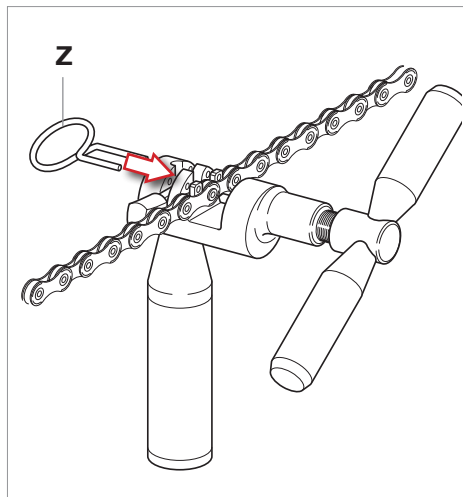

Fig.17
- Inserite la maglia da chiudere nelle apposite sedi (**Fig. 17**).
- Bloccate la maglia tramite l'apposito dispositivo di blocco (Z - **Fig. 17**).